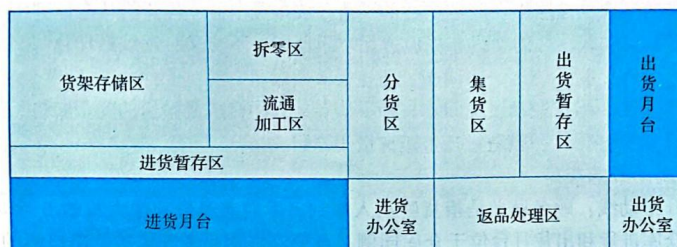

图 1-1-16 L形动线
(3) L形动线：指进货和出货月台分别位于仓库的相邻两边。L形动线把货物出入仓库的途径缩至最短，其设计兼具了I形和U形动线的特征，如图1-1-16所示。